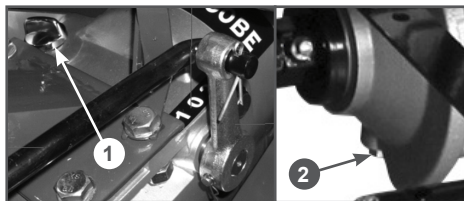

Рис. 21 Отверстия для замены трансмиссионного масла
- Очистите от загрязнений зону вокруг маслозаливной горловины коробки передач. Выкрутите крышку-щуп 1 (Рис. 21) горловины, протрите щуп насухо.
- Открутите сливной болт редуктора 2 (Рис. 21) и слейте масло в специаль-